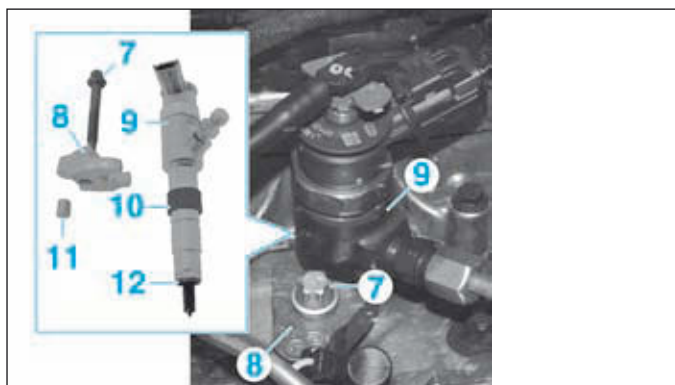

FIG.48
- Sur chaque injecteur, déposer (Fig.48) :
- la vis (7),
- la bride d'injecteur (8),
- l'injecteur (9),
- le fourreau porte-injecteur (10),
- le grain d'appui (11).
- la rondelle d'étanchéité (12) en utilisant si nécessaire l'outil [1].